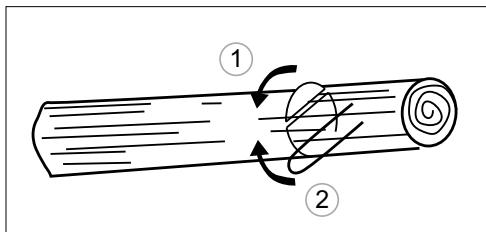

Fig. 22
3. Si le tronc de l'arbre est soutenu aux deux extrémités, coupez d'abord 1/3 du diamètre du tronc par le haut pour éviter la fissuration. Terminez ensuite la coupe par le bas de manière à ce qu'elle coïncide avec la première coupe, en évitant le coincement (fig. 22).